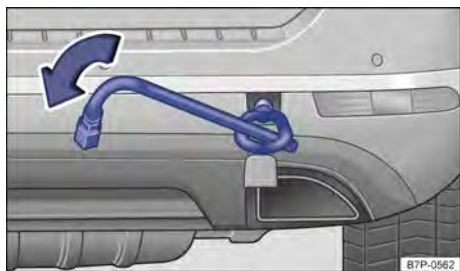

Fig. 252 No para-choque traseiro à direita: rosquear a argola de reboque.
- Rosquear a argola de reboque tão firme quanto possível **no sentido anti-horário** no alojamento → Fig. 252 → ①. Utilizar um objeto apropriado com o qual a argola de reboque possa ser rosqueada com firmeza no alojamento.